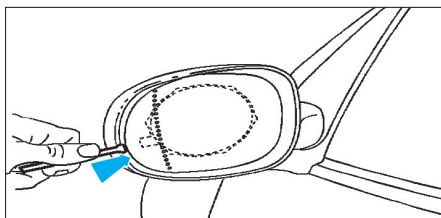

Fig. 30
- À l'aide d'un petit outil plat, dégrafer la glace du rétroviseur (Fig.30).